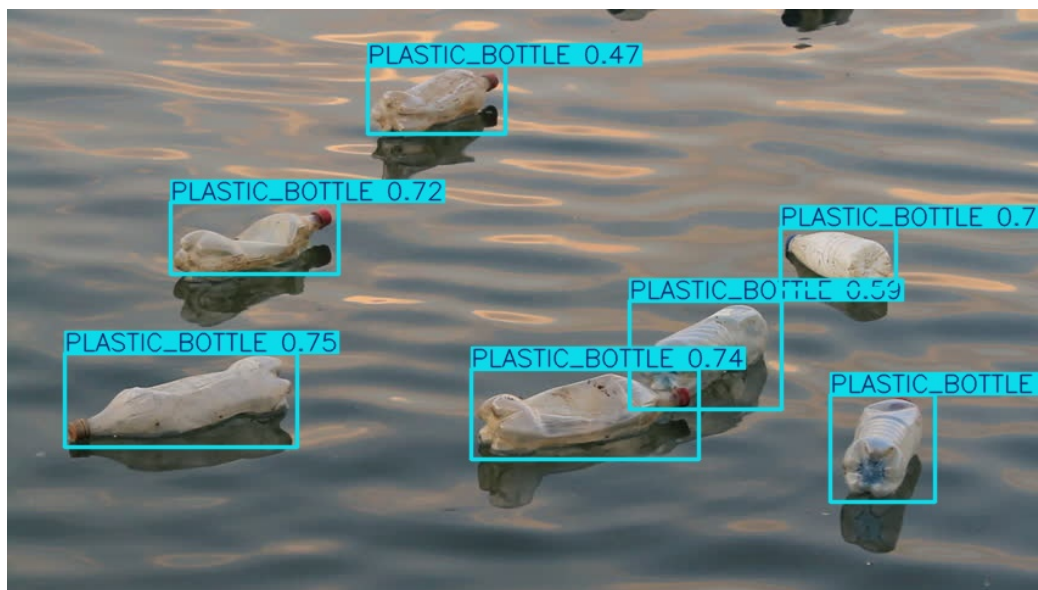

Figura 3: Esempio di output di YOLOv8 per il rilevamento di rifiuti plastici nei fiumi.
- **Accuratezza Elevata:** Nonostante la sua velocità, YOLOv8 mantiene un'accuratezza competitiva grazie all'uso di tecniche avanzate come l'addestramento con *label smoothing* e l'adozione di una griglia più fine per la previsione delle bounding box. Questo è essenziale per distinguere efficacemente i rifiuti plastici da altri detriti naturali presenti nei fiumi, come è possibile vedere in un esempio alla figura 3.